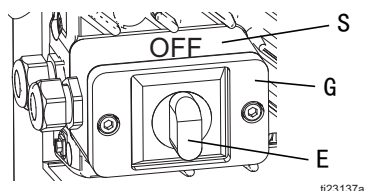

图 3：电源开关
- 将导线连接到设备上，并拆卸两颗螺丝，将接线盒盖 ( G ) 和电源开关 ( E ) 与喷涂机其他部分分开。参见图 3。
6. 关闭电源开关 ( E )。将设备连接到电源。参见图 3 ( 第 6 页 )。